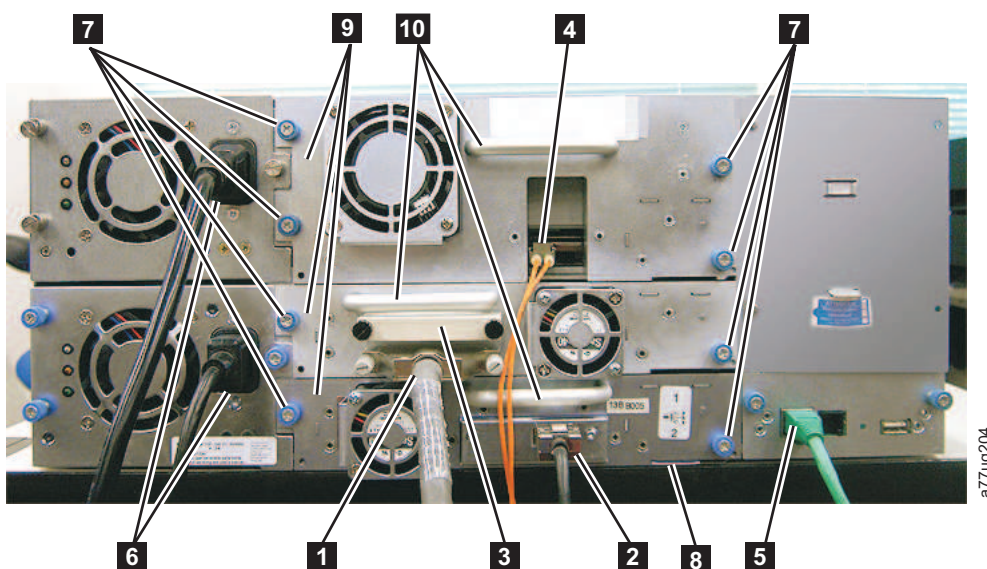

图 141. 4U 磁带库后面板上的磁带机箱组件（位于顶部位置的全高光纤磁带机、位于中部位置的半高 SCSI 磁带机及位于底部位置的半高 SAS 磁带机）
4. 拔掉主机接口电缆（图 141 中的 **1**、**2** 或 **4**）和端接器（**3**，仅针对 SCSI 磁带机箱）。
6. 拧松磁带机箱上的蓝色指旋螺钉（第 180 页的图 141 中的 **7**）。
2. 拉出磁带库下方位于磁带机箱右下角附近的黑色拔出片（第 180 页的图 141 中的 **8**）。
3. 在托住磁带机箱底部的同时慢慢将新磁带机箱插入磁带机插槽（请参阅第 182 页的图 143）。确保黑色拔出片保持伸出状态（第 180 页的图 141 中的 **8**）。
要点：支撑住磁带机箱底部，同时使用磁带机箱手柄（第 180 页的图 141 中的 **10**）推入，直至磁带机箱正确归位。如果不按此过程操作，可能损坏连接栓。
5. 拧紧指旋螺钉（第 180 页的图 141 中的 **7**），直至磁带机箱固定牢固。
7. 将黑色拔出片（第 180 页的图 141 中的 **8**）按回到磁带库下方。正确插入后，将只能看到拔出片的手柄。
2. 在托住磁带机箱底部的同时慢慢将新磁带机箱插入磁带机插槽 (请参阅第 182 页的图 143)。如有必要, 请确保黑色拔出片保持伸出状态 (第 180 页的图 141 中的 **8**)。支撑住磁带机箱底部, 同时使用磁带机箱手柄 (第 180 页的图 141 中的 **10**) 推入, 直至磁带机箱正确归位。
3. 拧紧指旋螺钉 (第 180 页的图 141 中的 **7**), 直至磁带机箱固定牢固。